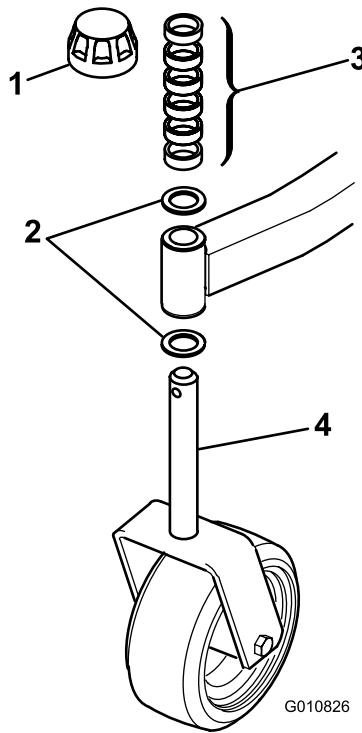
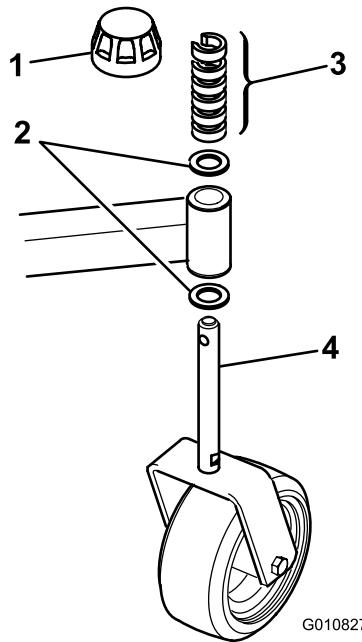

図 2
図 3
- スピンドルシャフトからテンショニング・キャップを外し、スペーサとスラストワッシャを取り出す (図 2 と 図 3)。